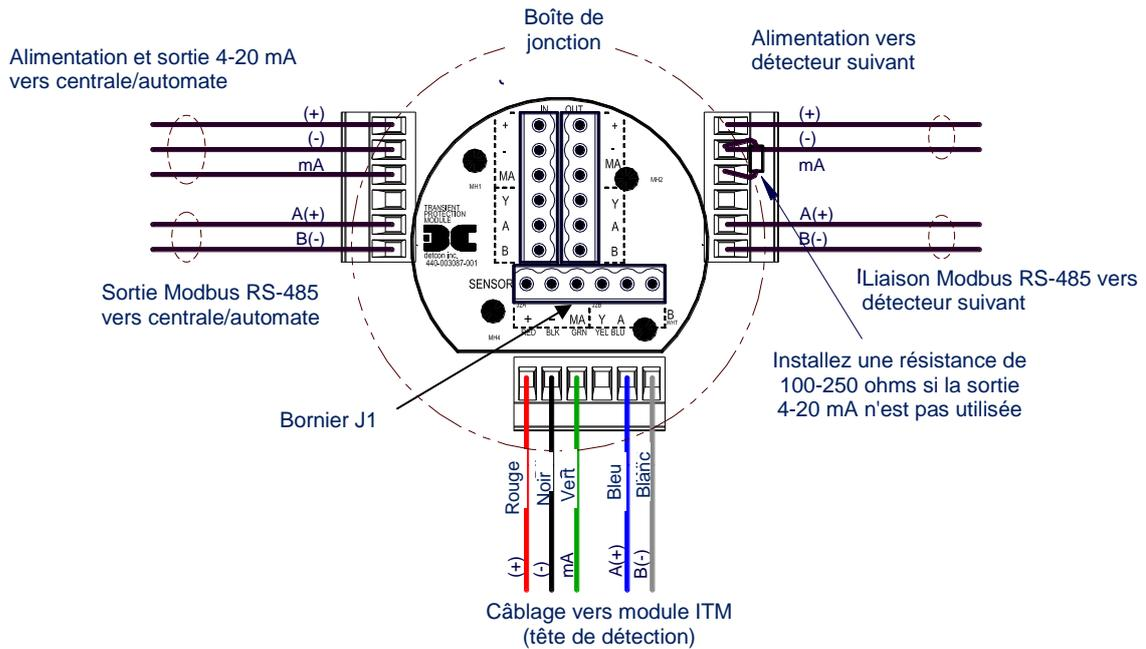

Figure 8 : Connexions
Avant de commencer les travaux, reportez-vous aux figures Figure 7 et Figure 8.
- a) Retirez le couvercle de la boîte de jonction pour accès aux borniers de raccordement (voir Figure 8 : **Connexions**).